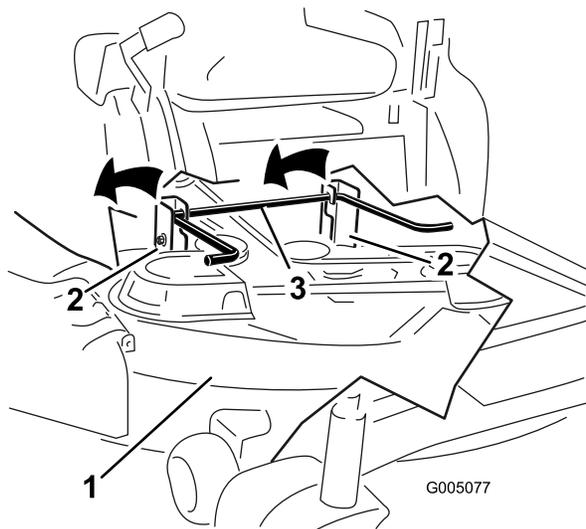

Figure 60
6. Soulevez et déposez le tablier de coupe et les supports de la tige de levage arrière, puis abaissez la tondeuse au sol avec précaution (Figure 60).
5. Soulevez l'arrière du tablier de coupe et guidez les supports sur la tige de levage arrière (Figure 60).
5. Positionnez le ressort sur la tige comme montré à la Figure 60, de sorte que l'extrémité la plus courte du ressort sorte du dessous de la tige avant le coude et passe par-dessus la tige à son retour.